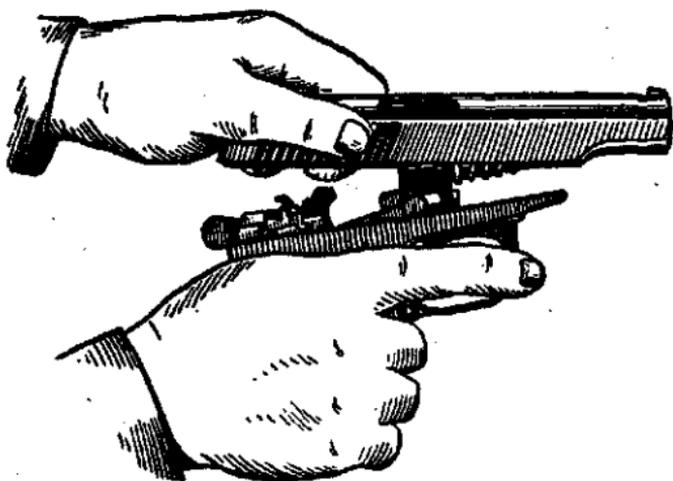
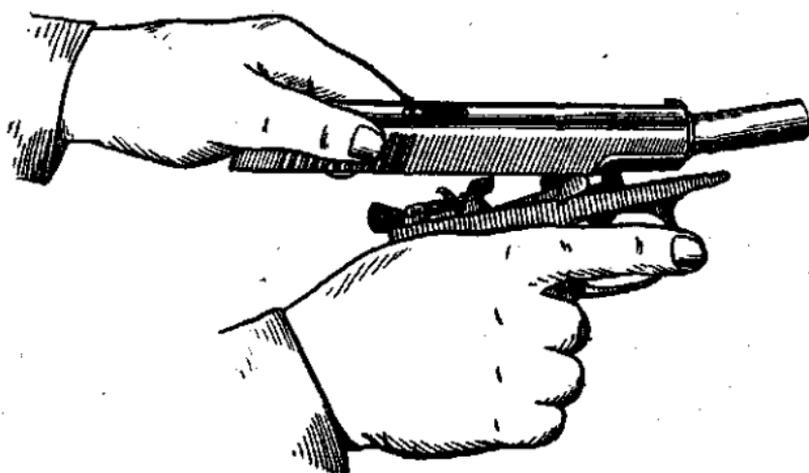

Рис. 6. Введение свободного конца возвратной пружины в канал затвора
Рис. 7. Присоединение затвора к рамке
2) Присоединить затвор к рамке. Удерживая рамку за рукоятку в правой руке, а затвор в левой, ввести свободный конец возвратной пружины в канал затвора (рис. 6) и отвести затвор в крайнее заднее положение так, чтобы дульная часть ствола прошла через канал затвора и выступила наружу (рис. 7). Опустить задний конец затвора на рамку так, чтобы продольные выступы затвора поместились в пазах рамки, и, прижимая затвор к рамке, отпустить его. Затвор под действием